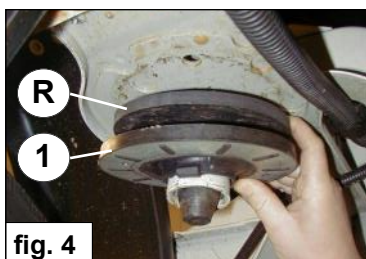

fig. 4
5. Monteer het rubber R (1 of meer) boven het originele veerrubber 1 en monteer de hoofdveer 2 met daarin de hulpveer C. Zie fig. 4. Zorg er voor dat de hoofdveer 2 onder goed in zijn slot staat en draai het rubber 1 goed op de hoofdveer.
5. Fit the rubber R (1 or more) on top of the original spring seat 1 and mount the main spring with the auxiliary spring C. See fig. 4. Take care that the main spring is standing correctly in his lock at the bottom side and turn the spring seat 1 correctly on the main spring.
5. Montieren Sie das Gummi R (1 oder mehr) oben den originale Federteller 1 und montieren Sie Hauptfeder 2 zusammen mit die Hilfsfeder C. Ziehe Fig. 4. Achten Sie darauf dass die Hauptfeder 2 richtig in dem Federsloßen geht (oben und unter).
5. Montez le caoutchouc **R** sur le caoutchouc d'origine **1** et montez le ressort principal **2** avec, à l'intérieur, le ressort auxiliaire **C**. Voir fig. 4. Veillez à ce que le ressort principal **2** vienne correctement se loger dans son emplacement et tournez correctement le caoutchouc **1** sur le ressort principal.